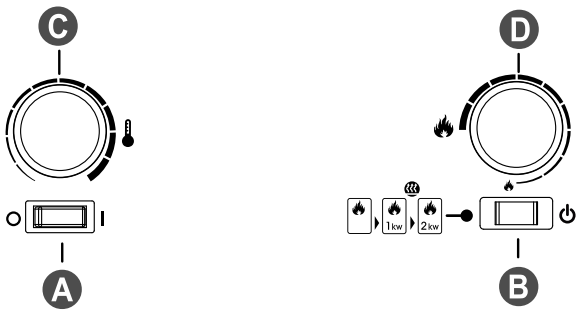

Fig.2
Hinter der aufklappbaren Esse sind die manuellen Bedienelemente des Opti-myst angeordnet. Klappen Sie die Esse nach oben, um die Bedienelemente betätigen zu können. (Anordnung der manuellen Bedienelemente, siehe Abb. 2)
4. Für einen realistischen Flammeneffekt kann der Flammenregler „D“ (Abb. 2) höher oder niedriger eingestellt werden.